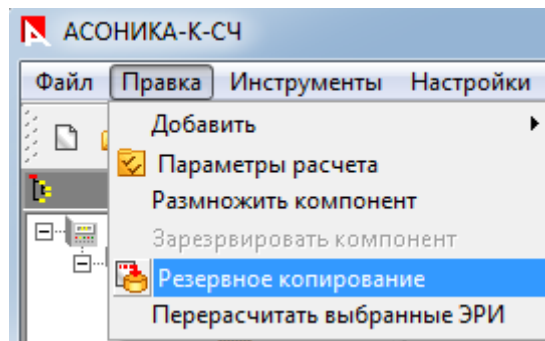

Рис. 3.50. Резервное копирование проекта
- В появившемся меню (см. рис. 3.50) выберите пункт «Резервное копирование».